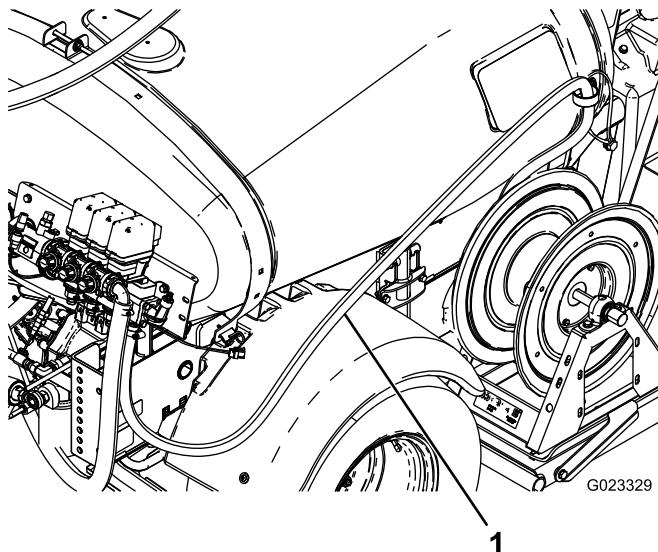

Figura 12
6. Enrute la manguera de suministro del carrete de la manguera según se muestra en Figura 12, y sujetela al carrete de la manguera con una abrazadera.